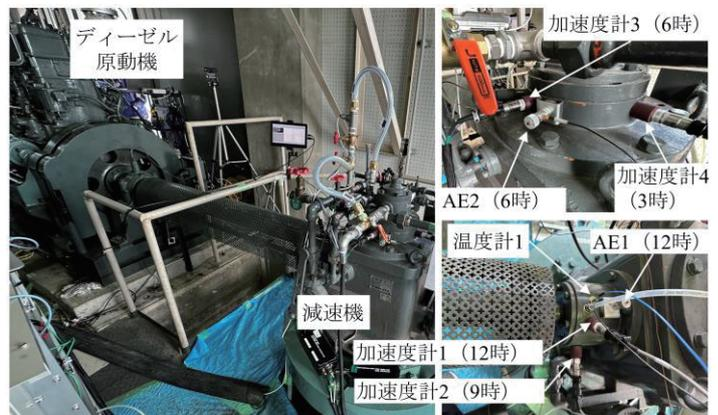

図1 ポンプ実機による過酷摩耗試験の状況
- 図1に示すように、廃棄予定のポンプ設備を借用し、潤滑油供給を少しずつ減らして人為的に摩耗状態を再現する過酷摩耗試験を実施しました。